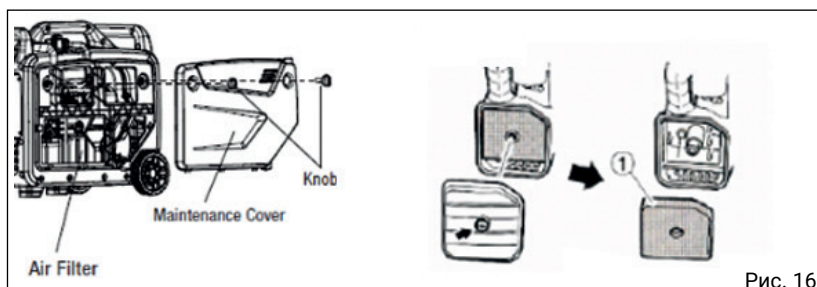

Рис. 16
2. Снимите крышку воздухоочистителя (рис. 16).